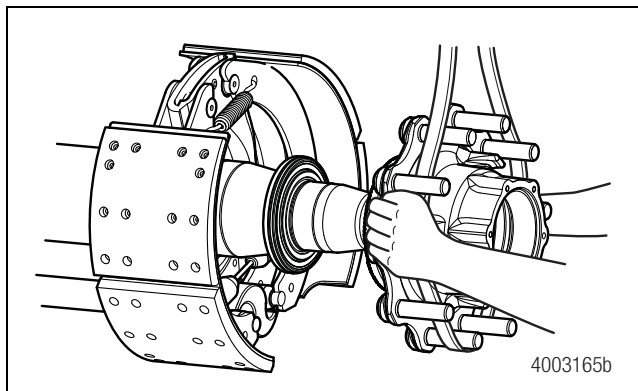

Figura 3.8
11. Retire el cono de cojinete exterior, y después el conjunto de maza y pernos, de la espiga del eje. Apoye el conjunto de maza y pernos durante todo el proceso de desmontaje; si no lo hace, podría dañar la rosca de la espiga del eje. Figura 3.8.